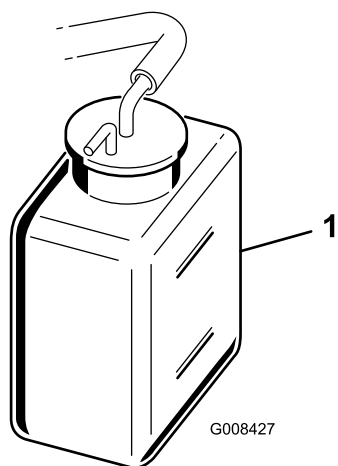

Figura 28
2. Verifique o nível do líquido de arrefecimento (Figura 28).